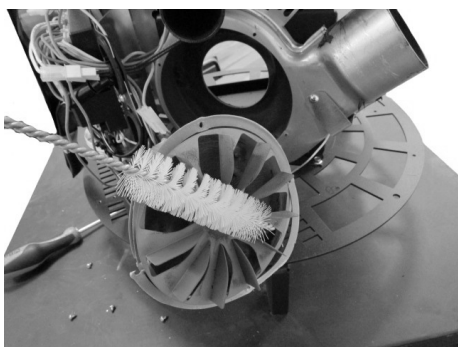
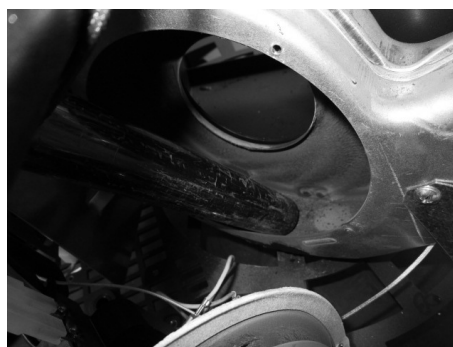

Fig. 45 - Pulizia aspiratore fumi: fase 1
Fig. 46 - Fase 2
- Seguire il procedimento come indicato in **Fig. 45** e **Fig. 46**.